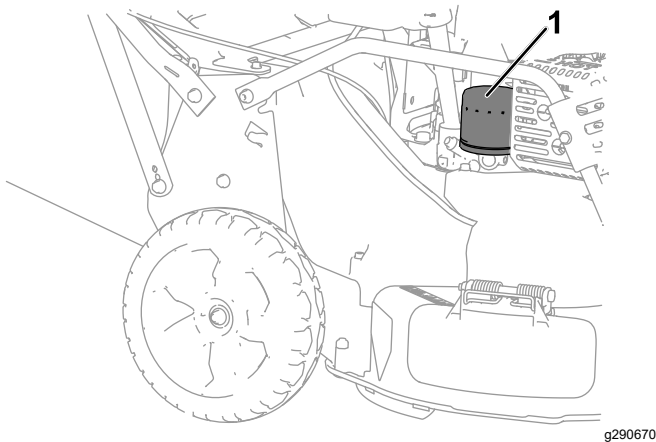

Figure 26
6. Déposez le filtre à huile (Figure 26).